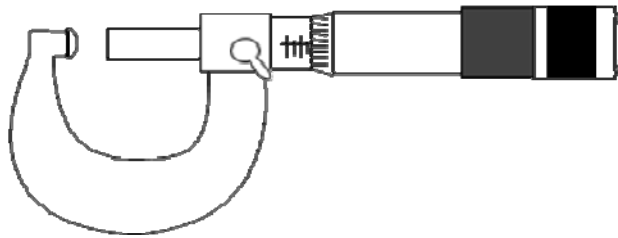

Figura 3.31
- Tope fijo esférico (figura 3.31)